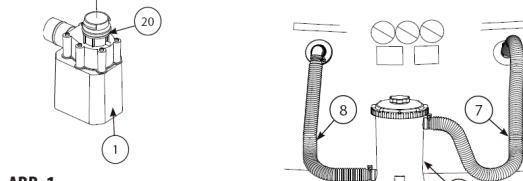

ABB. 3
6. Sobald der Pool gefüllt ist, positionieren Sie die Filterung zwischen diesen beiden Anschlüssen an der Seite des Pools, ungefähr 15 cm vom Boden. Der von oben, vom Filtergehäuse kommende Eingangswasserschlauch (7) sollte zur Filterung von rechts weisen, während der aus der Pumpe (im unteren Teil des Gehäuses) austretende Rückenschlauch (8) nach links weisen sollte. Siehe **Abb. 3**. Die Lage der Filterung auf dem Rasen können Sie mithilfe der mitgelieferten Stahlstifte sichern.
7. Schrauben Sie die Entlüftungsschraube (6) am Deckel der Filterung (4) um etwa eine anderthalbfache Drehung heraus. ANMERKUNG: DIE ENTLÜFTUNG DES SYSTEMS IST AUFGRUND DES ENTWEICHENS DER LUFT WÄHREND DES BEFÜLLENS DER FILTERUNG MIT WASSER ERFORDERLICH.